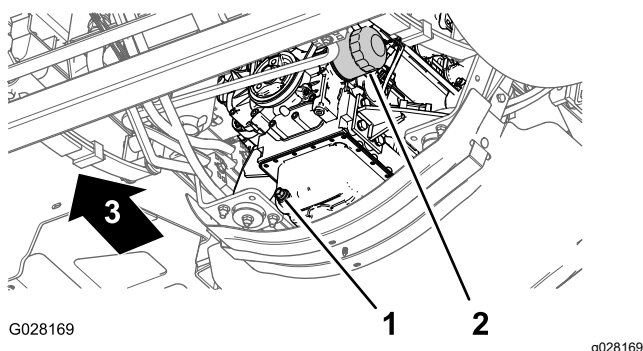

Figura 74
3. Aliniați o tavă de golire sub filtrul de ulei de motor (Figura 74).
4. Îndepărtați vechiul filtru de ulei (Figura 74).
când garnitura de cauciuc intră în contact cu adaptorul filtrului, apoi strângeți filtrul cu încă jumătate de tură (Figura 74).
1. Aezai o tavă de golire sub buonul de golire (Figura 74).
2. Scoatei buonul de golire (Figura 74) i lăsați uleiul să se scurgă complet.